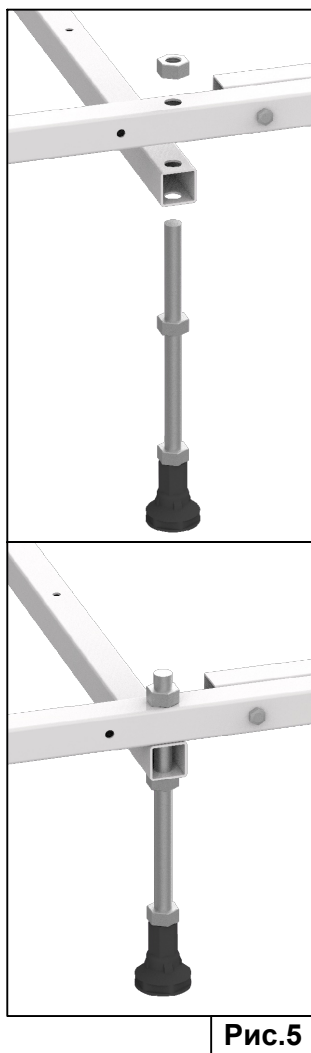

Рис.5
Из коротких шпилек M12, гаек M12 и пластиковых ножек соберите четыре напольных узла, соединяющих крайние (1), средние перекладины (2) с поперечными перекладинами (3) под углом 90 градусов. (Рис.5) После соберите четыре напольных узла в крайних перекладинах. (Рис.6)